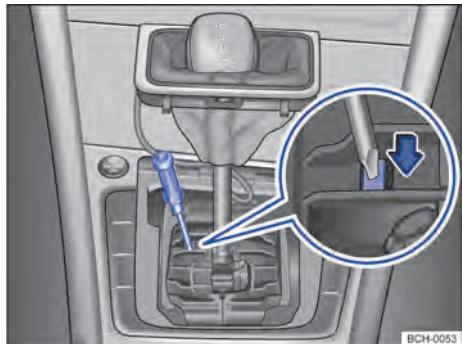

Fig. 97 Desinstalar a cobertura da alavanca seletora e destravar o bloqueio da alavanca seletora emergencialmente.
- Com o auxílio de uma chave de fenda pressionar cuidadosamente a alavanca de destravamento no sentido da seta e manter nessa posição → **Fig. 97**.